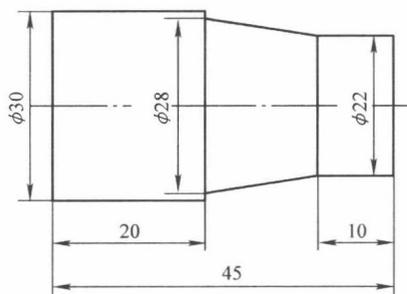
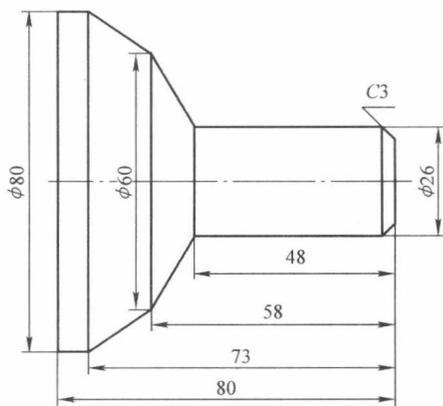

图 1-10 题 3 图（一）
图 1-11 题 3 图（二）
3. 用 CAXA 数控车软件绘制图 1-10 和图 1-11 所示的零件图。